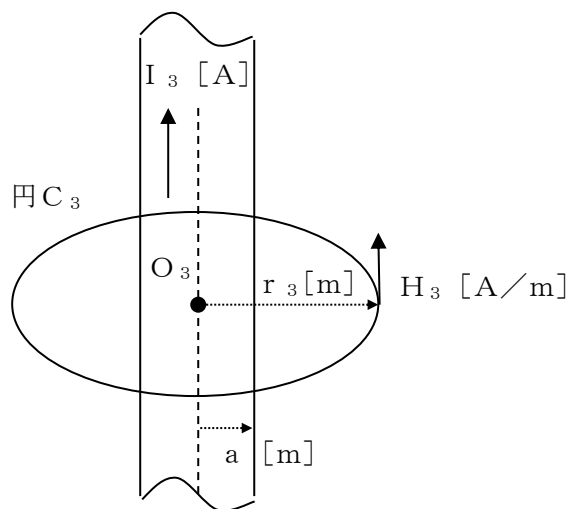

図3-3
- (3) 図3-3に示すように、半径 $a = 2$ [m] の無限長円筒導体内を電流 $I_3 = 31.4$ [A] が中心軸方向に一様な面密度で流れている。中心軸上の任意の点 O_3 を中心とする半径 $r_3 = 10$ [m] の円 C_3 を考えるとき、円 C_3 上における磁界 H_3 [A/m] の値を求めよ。ただし、 $\pi = 3.14$ として扱うこと。